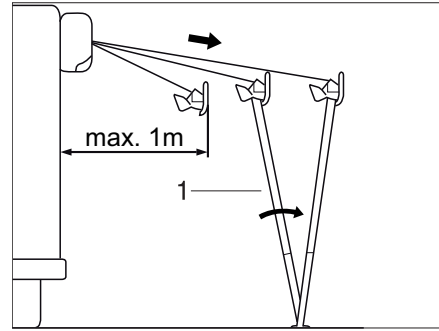

Fig. 37 Emplazamiento del toldillo
- Desplegar los pies de apoyo (Fig. 37,1) y ponerlos en el suelo.